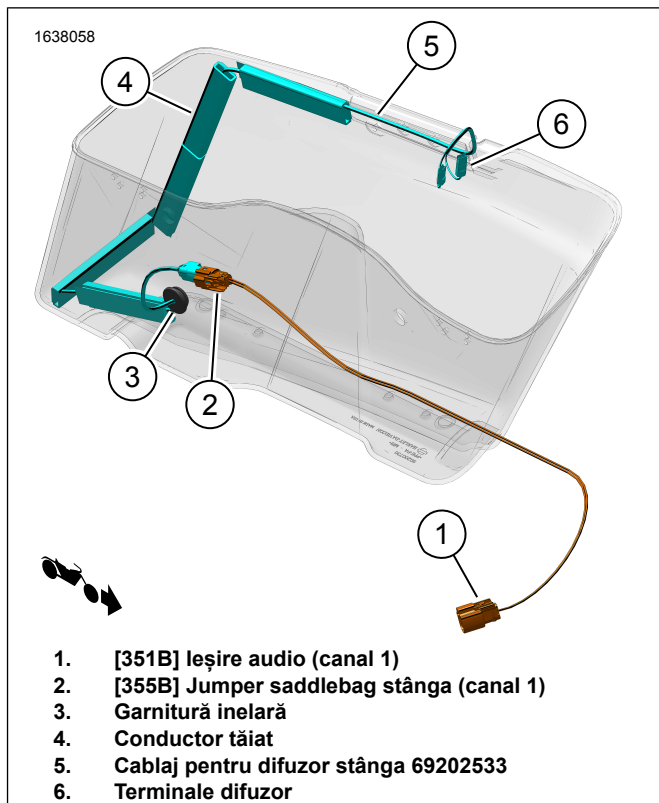
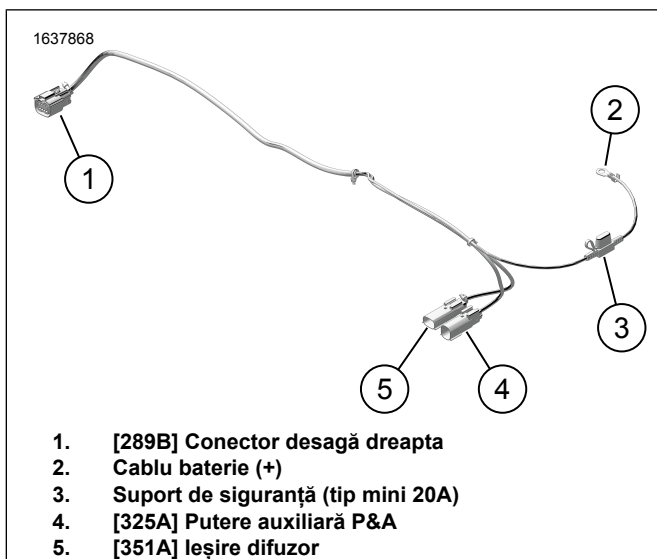
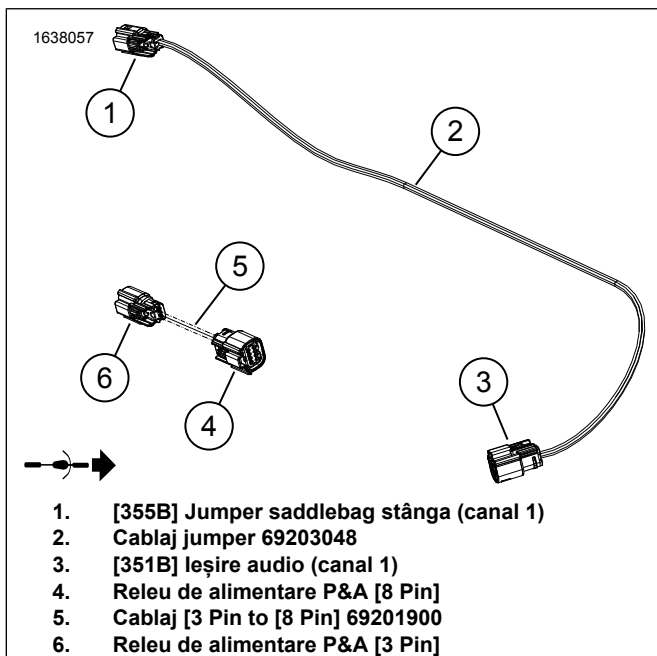

Figura 4. Traseele cablajului pentru desaga din stânga
Figura 15. Cablaj extern 69202870
Figura 16. Cablaje jumper
12. Figura 4 Montați cablajul difuzorului din stânga.
- b. Figura 4 Dirijați cablajul (5) după cum este prezentat.
1. Figura 15 Conectați firul bateriei (+) (2) la borna bateriei (+). Consultați manualul de service.
- a. Figura 15 Dirijați [325A] (4) spre partea stângă a cadrului vehiculului.
- b. Figura 16 Conectați partea cu [3-Pini] (6) a cablajului jumper (5) la [325A] (4) de la cablajul extern 69202870. Figura 15
c. Figura 16 Conectați partea cu [8-Pini] (4) a cablajului jumper (5) la conectorul P & A al vehiculului [4]. Amplasate sub capacul din partea stângă.
- a. Dirijați partea [325A] (4) de-a lungul părții drepte a cadrului vehiculului.
- b. Figura 15 Conectați [325A] la conectorul P&A al vehiculului [325B]. Amplasat sub capacul din partea dreaptă.
4. Figura 15 Dirijați ramura [289B] (1) a cablajului extern de-a lungul cadrului și a suportului rigid pentru aripă. Folosind curelele de cablu, montați lejer cablajul la punctele de ancorare. Nu strângeți curelele de cablu.
8. Figura 16 Dirijați și montați cablajul jumper 69203048 (2).
- a. Figura 16 Conectați partea [355B] (1) a cablajului jumper (2) la cablajul difuzorului de la desaga din stânga (5). Figura 4
- c. Figura 16 Dirijați partea [351B] (3) de pe cablajul jumper 69203048 (2) spre [351A] (5) de pe cablajul extern 69202870. Figura 15
10. Figura 1 Montați o siguranță de 20 amperi (18) în suportul de siguranțe al cablajului extern (3). Figura 15
- a. Conectați [360LA] la stânga (L).
- b. Conectați [360RA] la dreapta (R).
4. Figura 15 Conectați la [351A] (5).